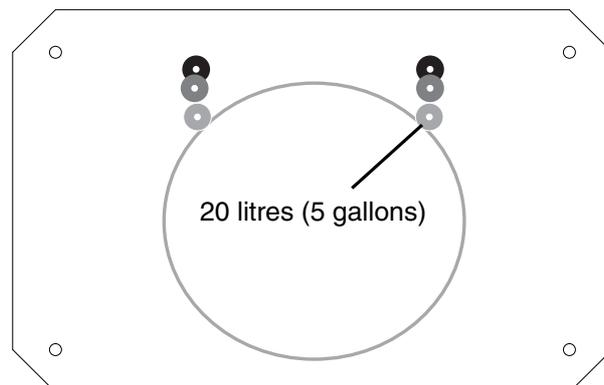

FIG. 8: Socle de l'élévateur
2. À l'aide des vis à tête (FA) et des rondelles de verrouillage (pas montrées), attacher les butées de fût (FB) sur le socle de l'élévateur.
**REMARQUE :** Utiliser uniquement la position des butées de fût de 20 litres (5 gallons) montrées sur la FIG. 8.